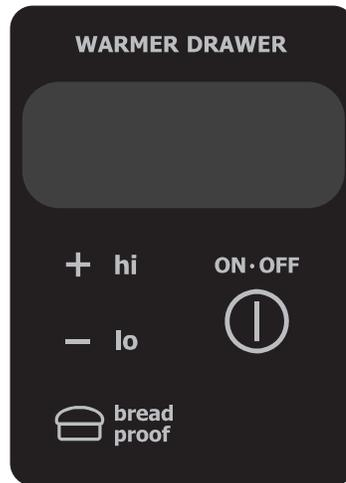

Figure 2
Pour de la chaleur humide: Faites glisser le bouton de commande du contrôleur d'humidité en direction de plus d'humidité (Figure 2). Ceci évite à la nourriture à l'intérieur du tiroir de sécher. La chaleur et l'humidité seront alors présentes dans la cavité du tiroir-réchaud.
1. **Tirez la partie de plastique de la glissière vers l'avant** sur chaque côté de la cavité du tiroir (Voir Figure 2).